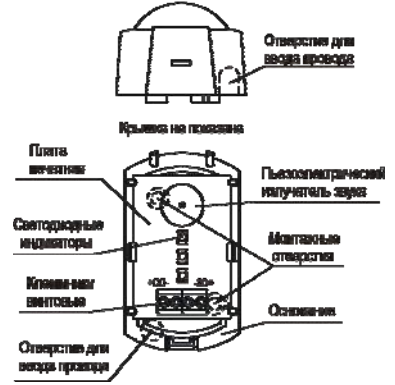

Рисунок 1
- выдавить отверткой в основании или крышке оповещателя заглушки монтажных отверстий для ввода проводов (рисунок 1) и провести провода от источника питания через отверстие;